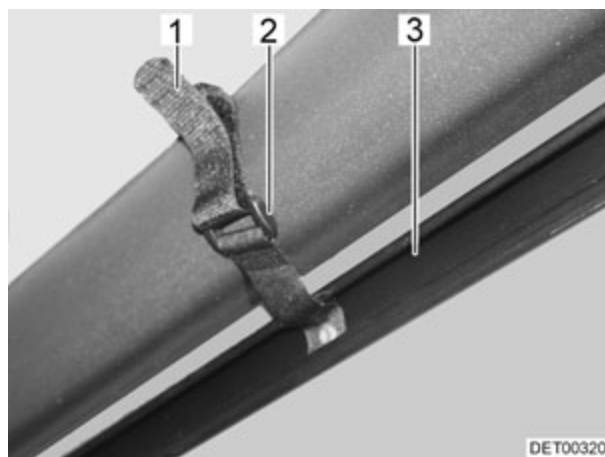

Fig. 45 Estor plegable para la luna delantera (variante 2)
- Jalar completamente hacia arriba el estor plegable para la luna delantera (Fig. 45,3).
- Hacer pasar la cinta velcro (Fig. 45,1) a través de la horquilla (Fig. 45,2) y pegarla.
- Soltar el cierre velcro del estor plegable para la luna delantera (Fig. 45,1).
- Empujar hacia abajo el estor plegable para la luna delantera (Fig. 45,3).